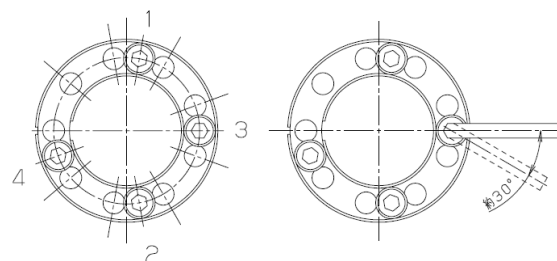

図5 抜きボルトの締付け例
2. テーパーリングA上にある全数の抜きタップ穴に1)項ではずした締付ボルトを図5に示す順番で必ず均等に締付けてください。このとき、締付ボルトはテーパーリングAを手前に引き出すと同時にテーパーリングBを反対側に押出す働きをします。